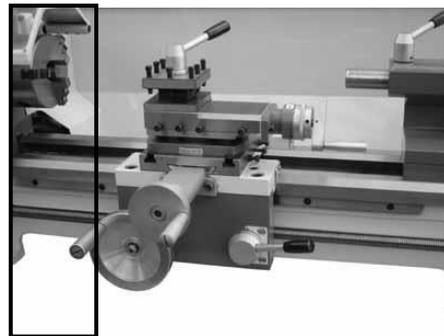

Рис.19
3. Ослабьте стопорный винт (С, рис. 19).